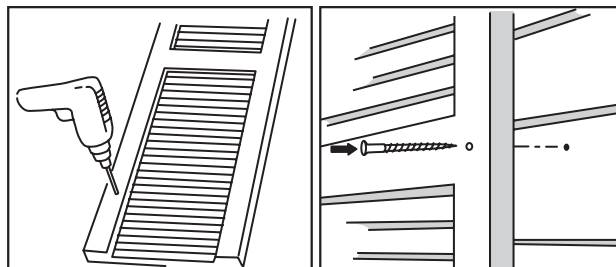

Figure 72
- Percer des avant-trous dans les volets pour les vis, puis marquer l'emplacement de ces trous sur le parement (Figure 72).